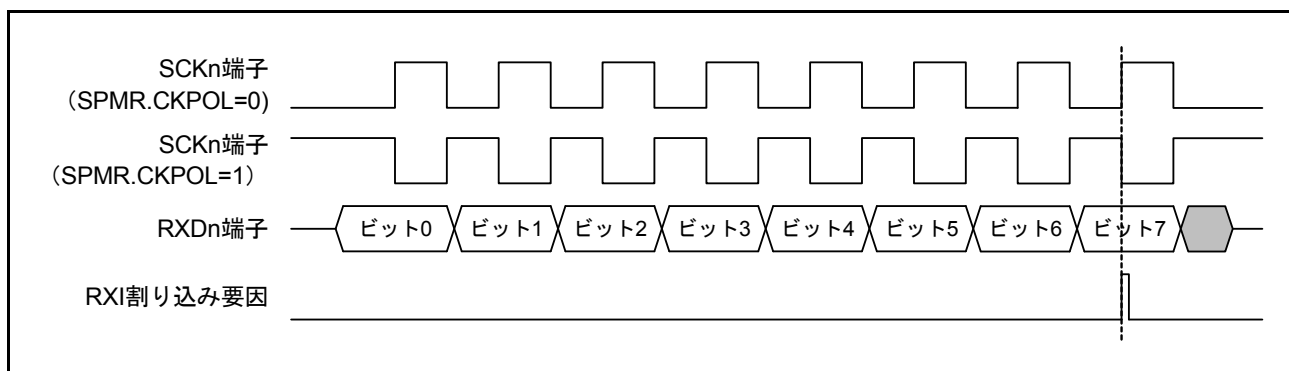

図 29.57 簡易 SPI モード (クロック遅れあり) RXI 割り込み発生タイミング
(1) マスタモード
- クロック遅れあり設定 (SPMR.CKPH ビット = “1”) の場合、**図 29.57** に示すように SCKn 端子の最終クロックエッジ手前のクロックエッジで受信データフル割り込み (RXI 割り込み) が発生します。このとき、SCR.TE, RE ビットを SCKn 端子の最終クロックエッジより前に “0” に設定すると SCKn 端子出力がハイインピーダンスとなり、最終送受信クロックのクロックパルス幅が短くなります。また、RXI 割り込み後、SCKn 端子の最終クロックエッジより前に接続先スレーブに対する SSn# 端子入力信号を High にするとスレーブが誤動作する可能性があります。